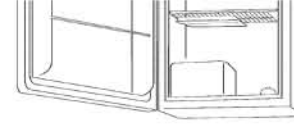

fig. 3
- Para descongelar el congelador, retire los alimentos y la charola para cubos de hielo del compartimiento del congelador. Su modelo puede requerirle colocar la bandeja del goteo bajo sección del congelador (véase fig. 3). Para descongelar, gire dial de control de temperatura a la posición de "OFF" (Apagado). La descongelación generalmente se lleva a cabo en unas cuantas horas. Para descongelar más rápido, mantenga la puerta abierta y coloque un recipiente con agua tibia dentro del refrigerador.
- To defrost freezer, remove food and ice cube tray from the freezer section. Your model requires you to place the drip tray under the freezer section (see Fig. 3). To defrost turn the temperature control dial to the 0 position. Defrosting may take a few hours. To speed up defrost time, keep the door open and place a bowl of warm water in the refrigerator.